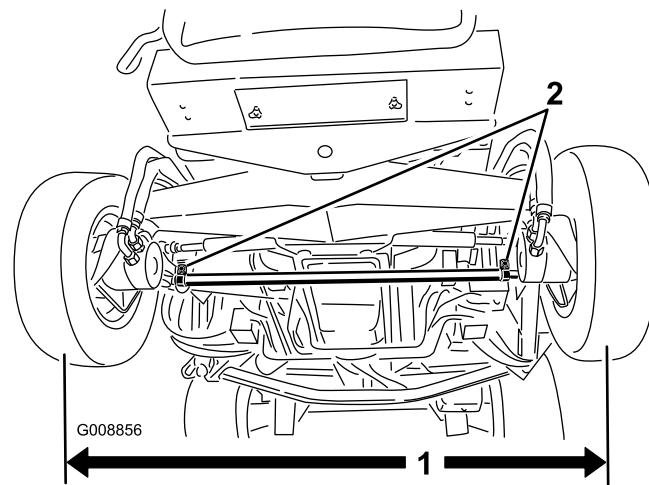

Рисунок 76
1. Измерьте межцентровое расстояние (на высоте моста) на передней и задней стороне рулевых колес (Рисунок 76). Результат переднего измерения должен быть на 3 мм меньше результата заднего измерения.
2. Для регулировки ослабьте зажимы на обоих концах поперечных тяг (Рисунок 76).